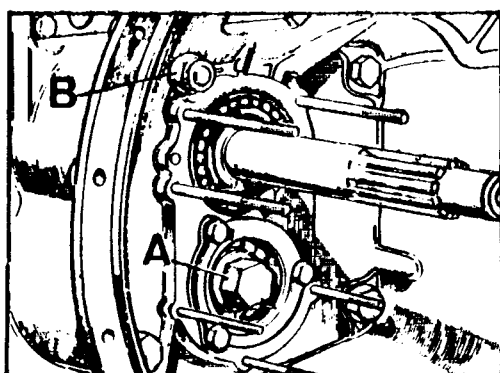

Fig. C-75 Elementos de fijación del cárter de embrague
- 1.8. Seleccionar cualquier velocidad y extraer el tornillo, A, y arandela (Fig. C-75) de fijación del eje intermediario de la caja de velocidades.
- 1.9. Desmontar los elementos de fijación, B, del cárter de embrague al cárter de la caja de velocidades (Fig. C-75).